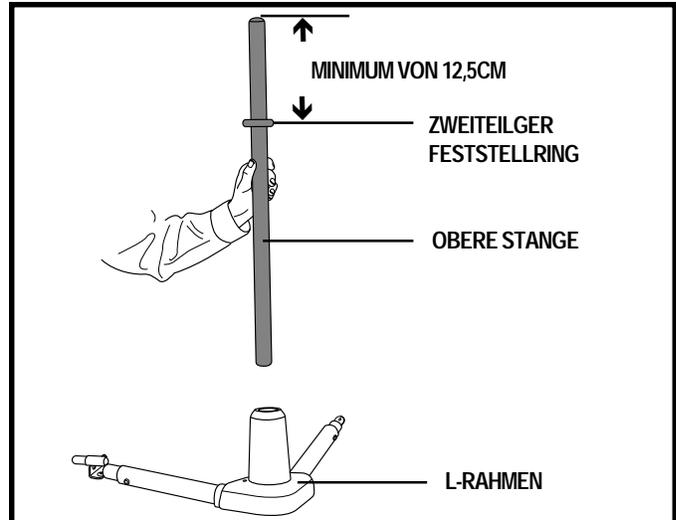

Abbildung 4. Einbau der oberen Stange
Siehe Abb. 4.
3. Schieben Sie den Feststellring über die obere Stange und ziehen Sie die Schrauben fest (ein guter Ausgangspunkt ist ungefähr 30cm unterhalb der Oberkante der Stange). **Siehe Abb. 4.** Um eine sichere Bedienung zu gewährleisten, darf der Feststellring nicht weniger als 12,5cm von der Oberkante der Stange entfernt befestigt werden.